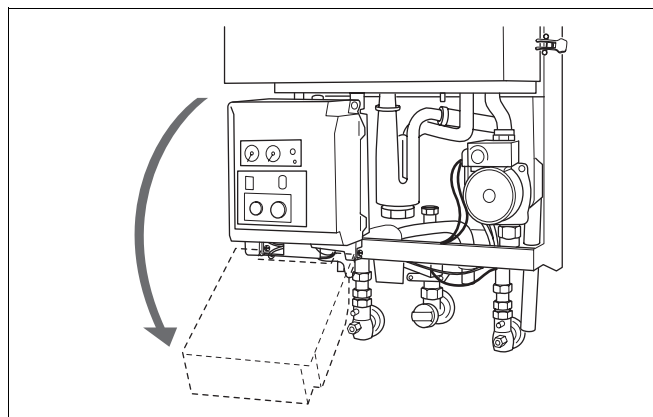

Abb. 9 UBA-Gehäuse herunterklappen
- UBA-Gehäuse herunterklappen (Abb. 9).